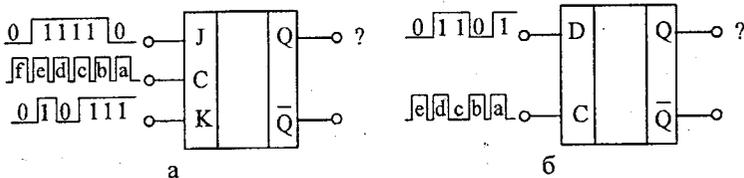

Рисунок 6.17
18. На рис. 6.17, а зображений JK-тригер. Назвіть його функціональні стани і перерахуйте двійкові значення на виході Q, що відповідають кожному тактовому імпульсу.
19. Назвіть функціональні стани D-тригера, зображеного на рис. 6.17, б і перерахуйте двійкові значення на виході Q, що відповідають кожному тактовому імпульсу.